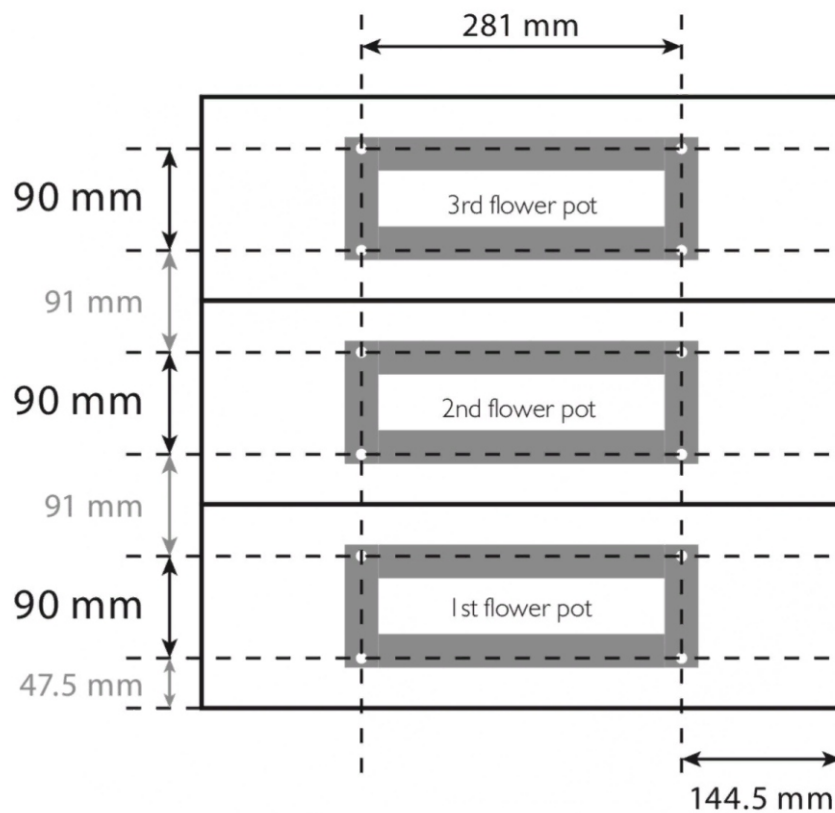

Рис. 14
- Отметьте на стене первый монтажный кронштейн с 4 отверстиями (281 мм х 90 мм друг от друга). Затем отметьте те же позиции отверстий на 91 мм выше нижнего кронштейна. См. (рис. 14)